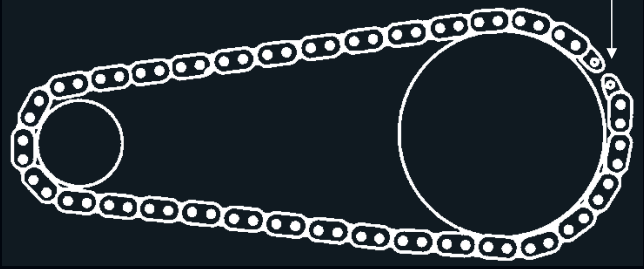

Abb. 3
- Die Kette auf Kettenrad und Ritzel auflegen und die Enden mit dem präparierten Teil des Kettenschlosses lose verbinden. Dazu die Bolzen durch die offenen Hülsen an den beiden Kettenenden schieben. Dabei ist es zur Fixierung der Kette hilfreich, die offenen Enden der Kette auf das Kettenrad aufzulegen (Abb. 3).